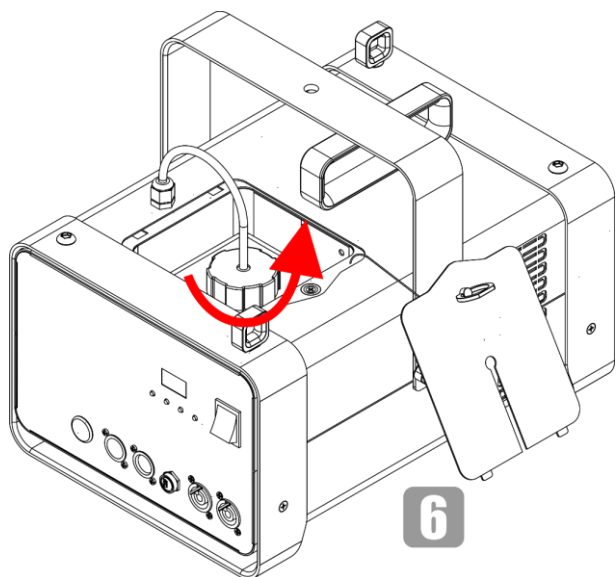

Fig. 13
- 06) Svitare il coperchio del serbatoio del liquido, come mostrato nella Fig. 13.